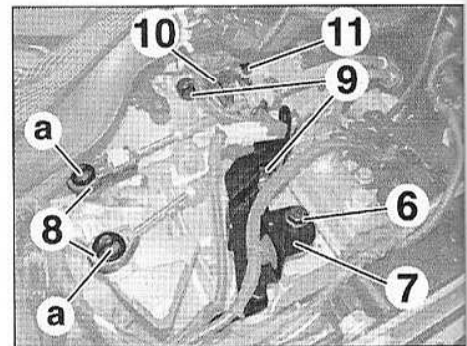

FIG.5
- Écarter le calculateur de gestion moteur (3).
- la batterie (4) et son support (5),
- la vis (6) (Fig.5),
- le support (7),
- Pincer les rotules (8) en (a) à l'aide d'une pince à becs pour les désolidariser.
- Déposer les 2 vis (9).
- Écarter le support (10) des câbles de commande de vitesses.
- Déposer la vis supérieure (11) du démarreur.